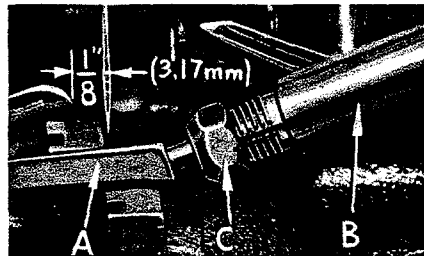

Fig. 5
Bei allen in diesem Katalog angeführten Maschinen, führe den Untergreifer (A, Fig. 5) in die Bohrung der Stange (B) ein. Bei linksseitiger Endstellung des Greifers stelle die Greiferspitze mit einem Abstand von $1/8'' = 3,2$ mm zur Nadelmittle ein, wobei die Greiferlehre Teil Nr. 21225- $1/8$ benutzt werden kann. Die Nadel darf vom Untergreifer nicht weggedrückt werden. Ziehe Mutter (C) fest an.
On all of the Styles covered in this catalog insert lower looper (A, Fig. 5) into bar (B). With lower looper at left end of its stroke, set looper point $1/8'' = 3,2$ mm from center of needle (Fig. 5), using looper gauge No. 21225- $1/8$. Do not have lower looper deflecting needle. Tighten nut (C).